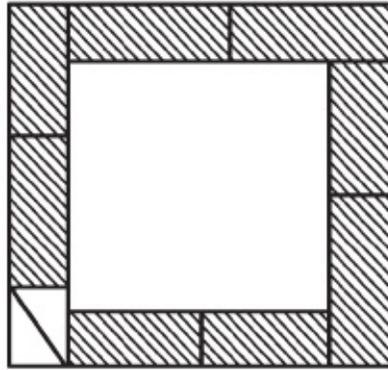

Рис. 65. *Порядовка камина*
3. Положите на основание 18 огнеупорных кирпичей на цементном растворе. Затем поднимите стенки камин согласно порядовке (рис. 65).